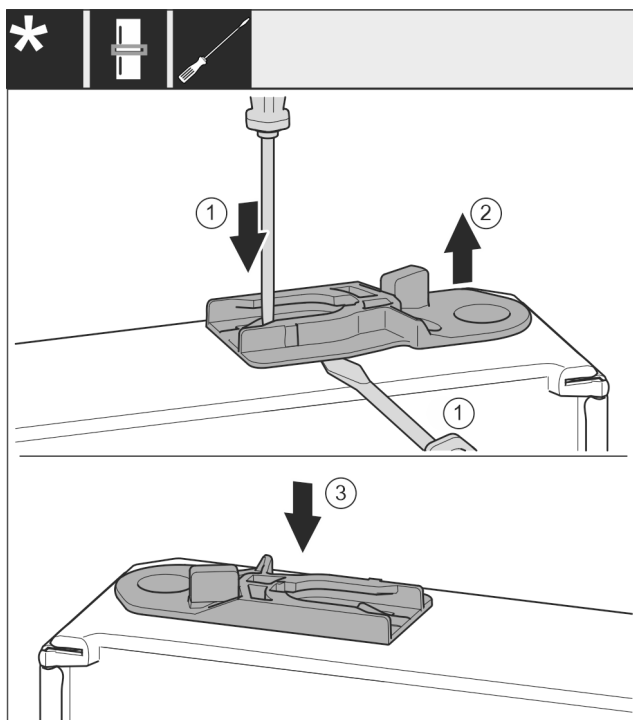

Fig. 26
- Estrarre la boccola di guida: Premere la linguetta Fig. 26 (1) con un cacciavite a intaglio e allo stesso tempo spostare in basso la boccola di guida Fig. 26 (2) con il cacciavite a intaglio.
- Inserire la boccola di guida Fig. 26 (3) inclusa nella fornitura sull'altro lato dell'alloggiamento.